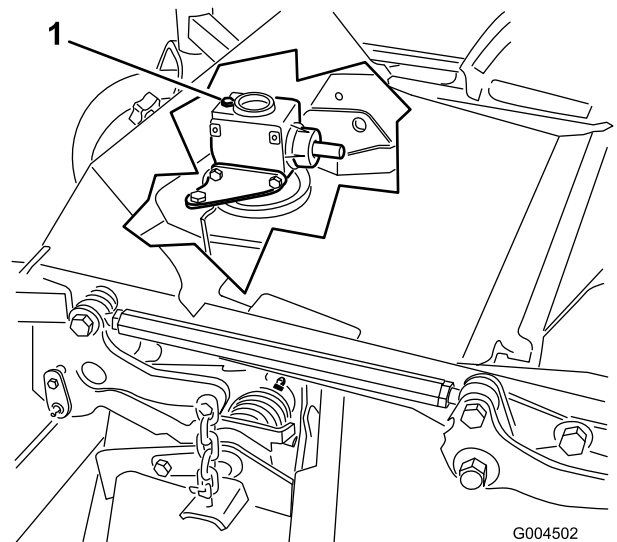

Figure 37
6. Retirez le bouchon de remplissage-jauge au sommet du boîtier d'engrenages et vérifiez que le niveau de lubrifiant se situe entre les repères sur la jauge (Figure 37).
6. Retirez le bouchon de remplissage-jauge au sommet du boîtier d'engrenages (Figure 37).